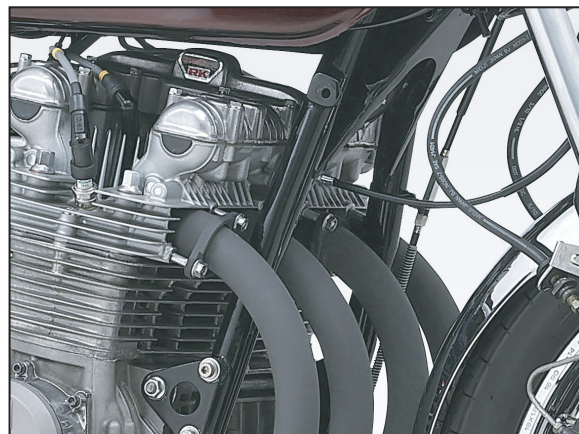

FIG. 1
3. エンジンの排気ポート部に取り付けられている純正ガasketを⑦エキゾーストガasketに交換して下さい。
4. ①マフラーASSYをエンジンの排気ポート部に取り付け、フランジを仮締めします。
このとき、スタッドボルトが6mmの場合は⑤フランジナットM6を、8mmの場合は純正ナットを使用して取り付けして下さい。(FIG. 1 参照)